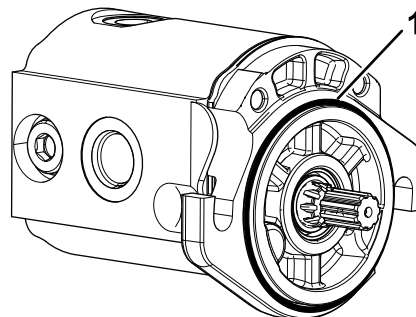

Figura 5
- Montate l'o-ring sul motore dei cilindri (Figura 5).